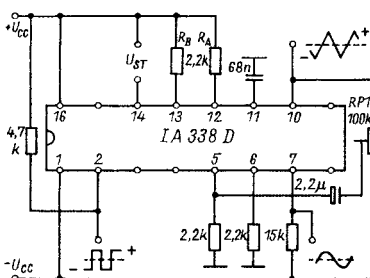

Bild 2: Grund- und Meßschaltung für den IA 338 D
Kennwerte (ermittelt mit Schaltung nach Bild 2 bei $U_{CC} = \pm 15 V$)¹
Typische Abhängigkeiten (ermittelt in der Meßschaltung nach Bild 2)
- Mit den äußeren Widerständen R_A und R_B (Bild 2) sind die Grundströme der Stromquellen einstellbar.